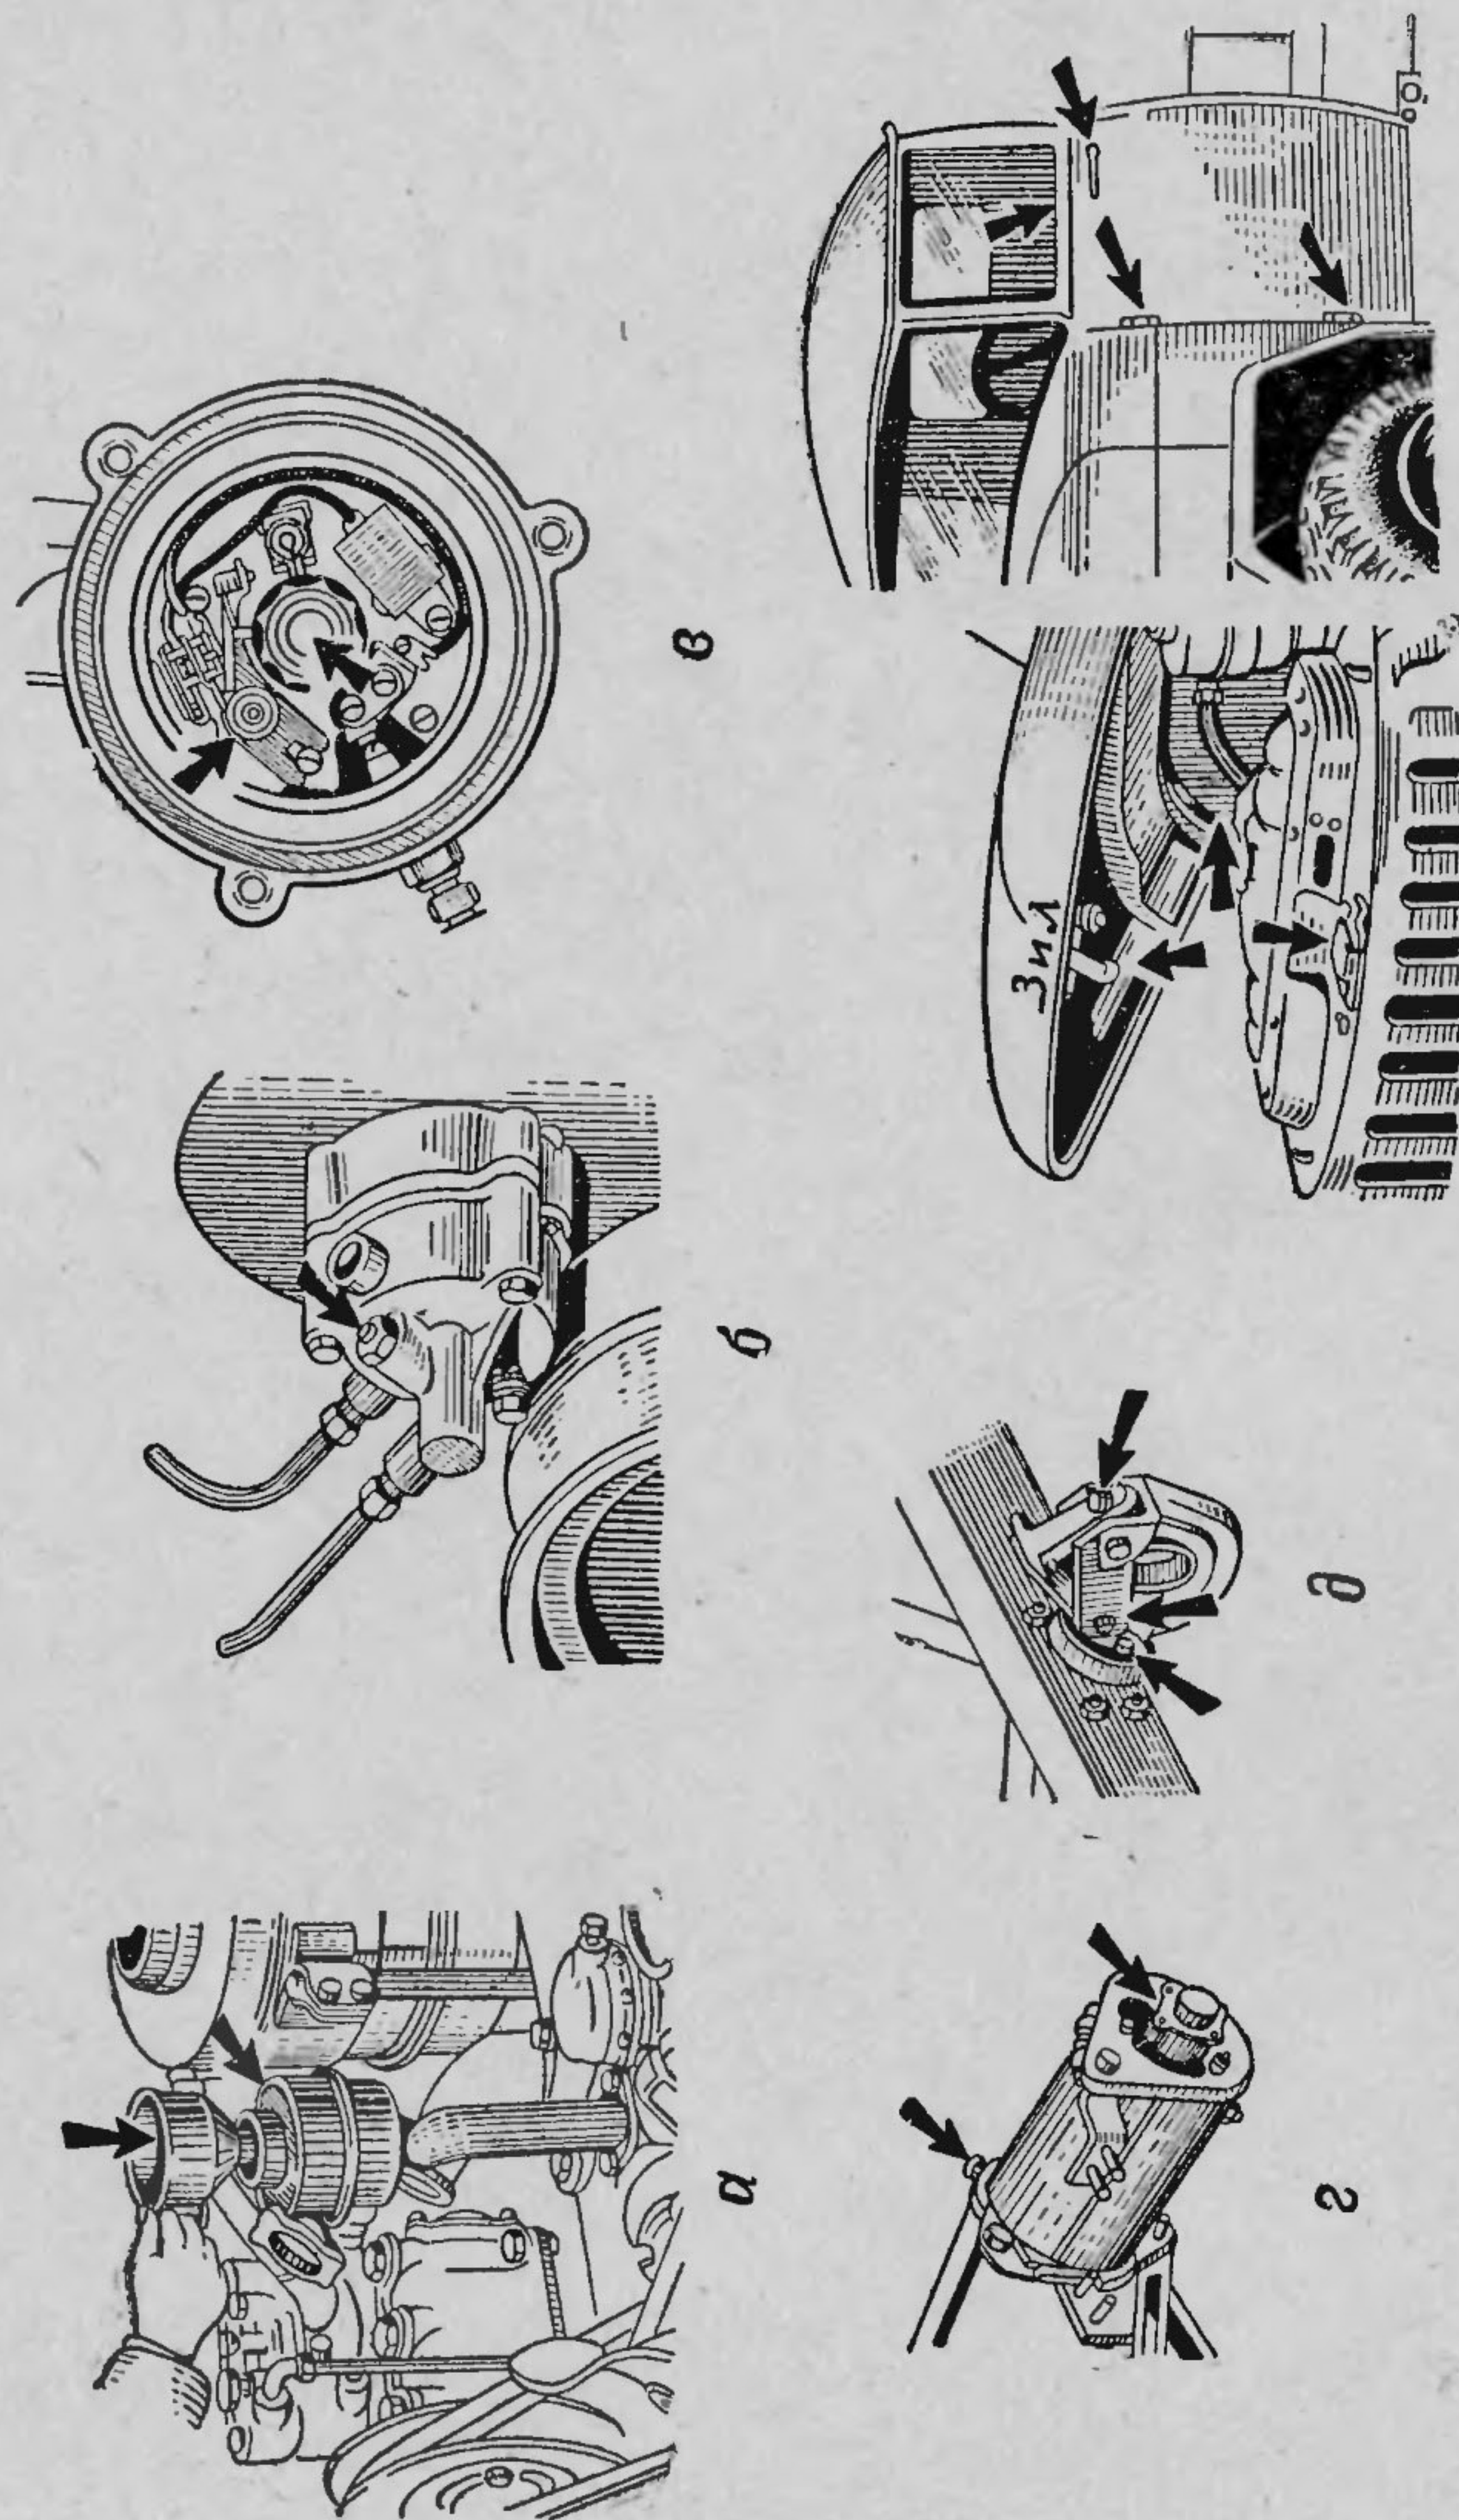

Рис. 33. Точки смазки маслом АС-8 или АСЗп-10:
41. Сменить масло в картере двигателя (рис. 33) (масло АС-8 ГОСТ 10541—63 или масло АСЗп-10 МРТУ 12Н № 32—63). Для ЗИЛ-130 при работе в условиях большой запыленности масло менять при ТО-1.